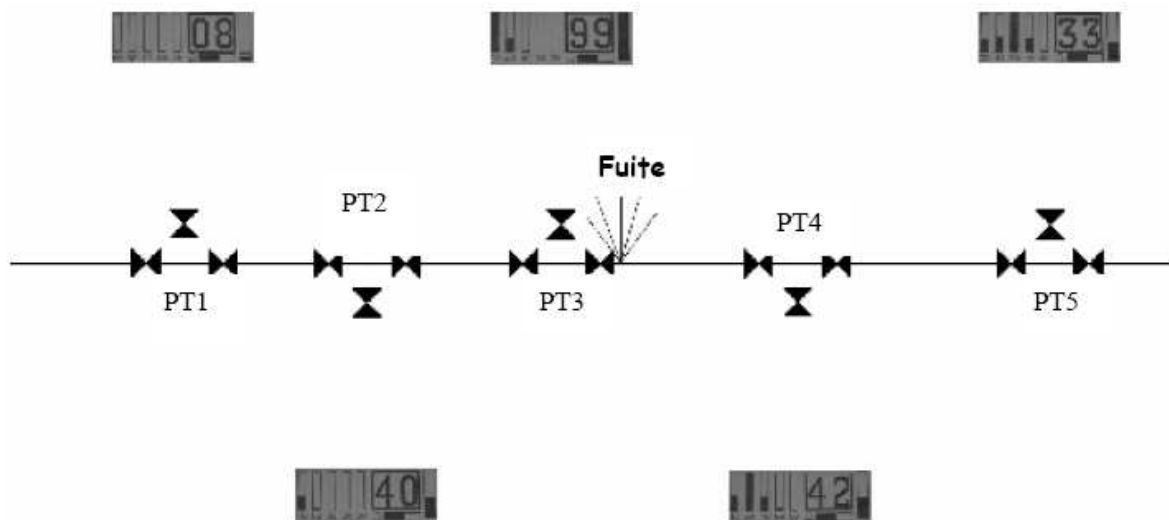

Figure 4 : localisation d'une fuite
Afin de localiser une fuite, il faut "écouter" les points de contact accessibles de la portion de la conduite en cause à l'aide de la pointe de détection. Il faut observer si les sons perçus sont provoqués par une fuite – son sourd ou par un étranglement au niveau de la vanne elle-même - son clair. Ces deux types de bruits peuvent être utilisés pour la localisation d'une fuite, en sachant que les bruits de passage peuvent être également produits par des prélèvements d'eau normaux. La figure 4 montre comment l'observation des valeurs mesurées aux différents points d'écoute de la conduite à vérifier permet de localiser la fuite - dans cet exemple, les points de mesure 3 et 4 présentent les valeurs les plus élevées. La fuite doit donc se trouver entre ces deux points de contact. Dans cette localisation, il faut veiller à ce qu'aucune valeur mesurée ne soit supérieure à la plage d'affichage, afin de mesurer la valeur maximale effective. Si l'on obtient la déviation maximale à l'un des points de mesure, il faut modifier le réglage de l'affichage (5) - p. ex. sur la valeur 40 -, de façon à ce qu'il soit encore possible d'identifier une augmentation. En cas de réduction de la déviation, la portion inspectée doit être mesurée une nouvelle fois, afin de déterminer la véritable augmentation et diminution du volume et d'identifier les deux valeurs maximales.